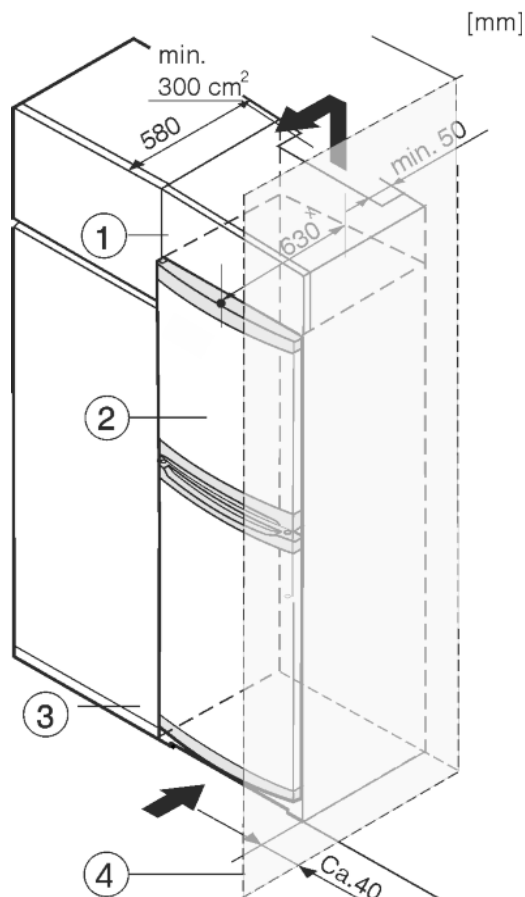

Fig. 7
Urządzenie może zostać obudowane szafkami kuchennymi. Aby dopasować urządzenie Fig. 7 (2) do wysokości ciągu szafek kuchennych, można nad urządzeniem umieścić szafkę nasadzaną Fig. 7 (1).
W przypadku obudowania szafkami kuchennymi (głębokość maks. 580 mm) urządzenie można ustawić bezpośrednio obok szafki kuchennej Fig. 7 (3). Urządzenie wystaje z boku o 34 mm^x i na środku urządzenia o 50 mm^x w stosunku do frontu szafek kuchennych.
Jeżeli urządzenie będzie ustawiane z zawiasami do ściany Fig. 7 (4), to pomiędzy urządzeniem i ścianą należy zachować minimalny odstęp, wynoszący 40 mm. Na taką odległość wystaje klamka przy otwartych drzwiach.